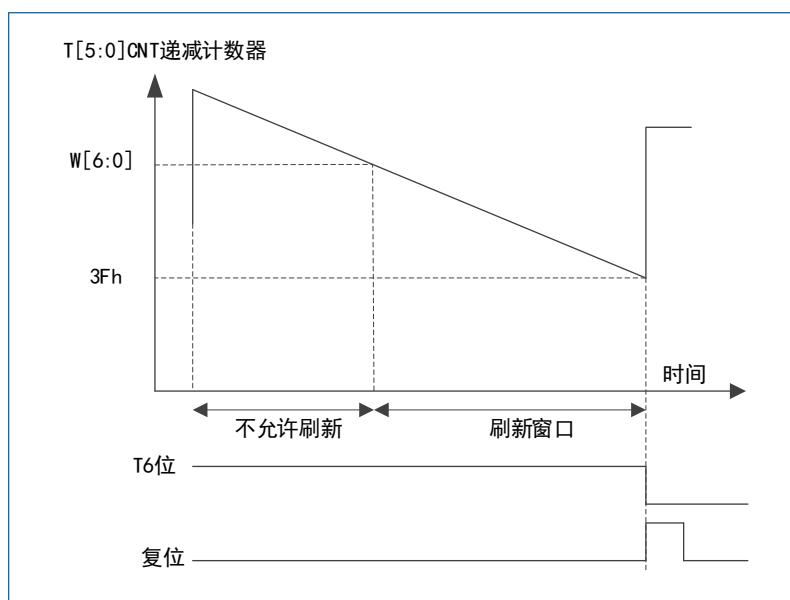

图 16-2 WWDG 时序图
- 当递减计数器在窗口外被重新装载，（若看门狗被启动）则产生复位。具体信息请参见：图 16-2。
T[5:0]位包含了看门狗产生复位之前的计时数目；复位前的延时时间在一个最小值和一个最大值之间变化，这是因为写入 WWDG_CR 寄存器时，预分频值是未知的。配置寄存器 (WWDG_CFR) 中包含窗口的上限值：要避免产生复位，递减计数器必须在其值小于窗口寄存器的数值并且大于 0x3F 时被重新装载，图 16-2 描述了窗口寄存器的工作过程。另一个重装载计数器的方法是利用早期唤醒中断 (EWI)。设置 WWDG_CFR 寄存器中的 WEI 位开启该中断。当递减计数器到达 0x40 时，则产生此中断，相应的中断服务程序 (ISR) 可以用来加载计数器以防止 WWDG 复位。在 WWDG_SR 寄存器中写'0'可以清除该中断。
可以使用图 16-2 提供的公式计算窗口看门狗的超时时间。